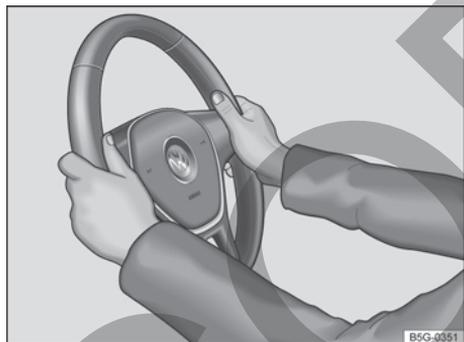

Fig. 55 En el volante: posición equivalente a las 9 y las 3 horas.
- Ajuste el volante de forma que pueda sujetarlo con ambas manos en la posición equivalente a las 9 y las 3 horas con los brazos ligeramente flexionados → Fig. 55.
- Para reducir el peligro de sufrir lesiones en caso de que se dispare el airbag frontal del conductor, durante la conducción sujete siempre el volante por los lados, por su parte exterior, con las manos en la posición equivalente a las 9 y las 3 horas → Fig. 55.